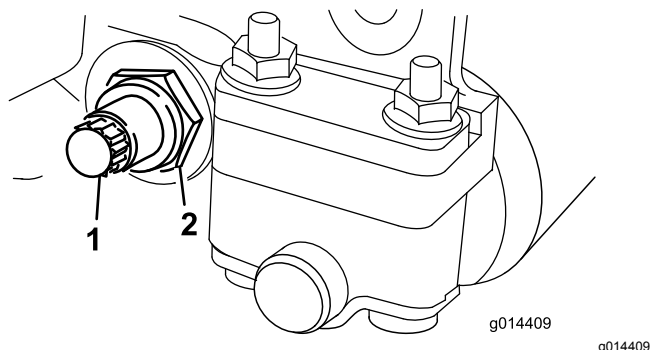

Рисунок 25
- С каждой стороны машины ослабьте контргайку, которая фиксирует болт планки неподвижного ножа (Рисунок 25).
- Выверните все болты планки неподвижного ножа, чтобы отвести планку вниз и снять ее с болта машины (Рисунок 25).